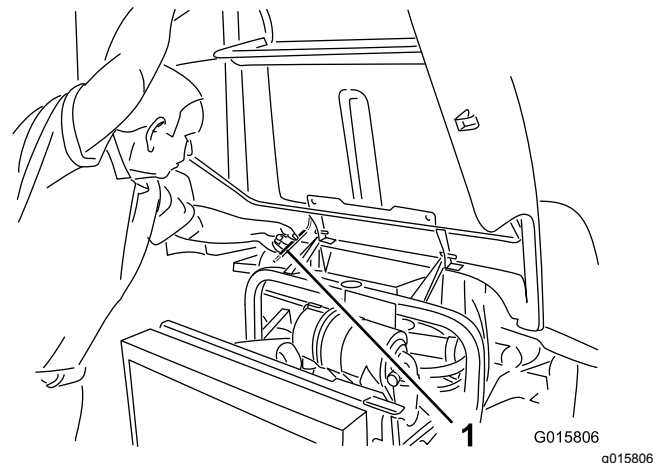

Figura 27
2. Sollevare il cofano fino a quando non è possibile posizionare l'asta di sostegno dietro il tubo del telaio (Figura 27).